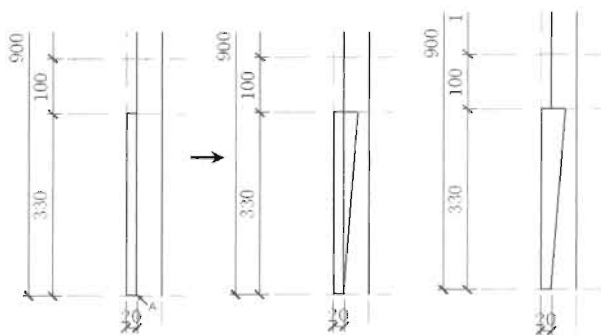

图 6-71
(4) 捕捉如图 6-71 所示的 A 点绘制一个 20mm×330mm 的矩形，然后将矩形的右上角夹点向右移动 20mm，再修剪掉矩形内的线段，绘制出椅子前脚。